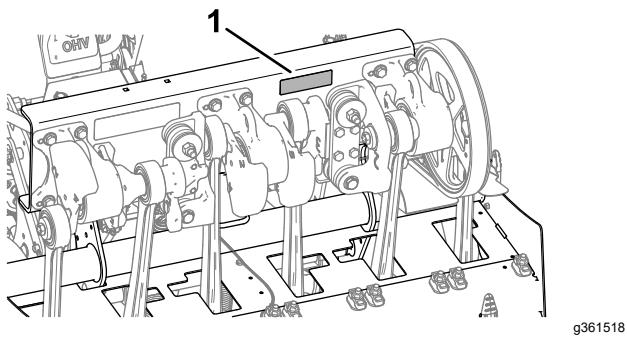

Рисунок 182
- Проверьте моменты затяжки деталей крепления вала аэратора, рукоятки управления и зажимных гаек колес. Требования к затяжке деталей крепления приведены на наклейке с моментом затяжки болта, расположенной на опорном швейцарском вала аэратора (Рисунок 182).